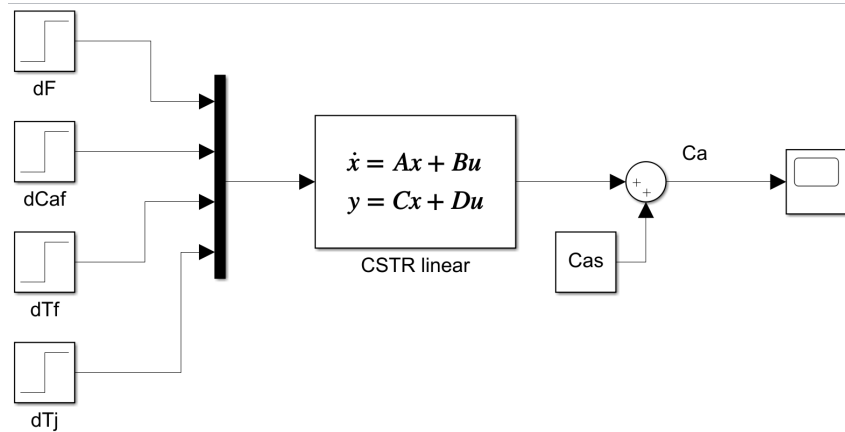

Figura 4: Diagrama de simulação do modelo linearizado em espaço de estados do CSTR
- Obtenha as matrizes A , B_u e B_d da representação em espaço de estados do sistema linearizado. Simule o sistema utilizando como base o diagrama da figura 4.